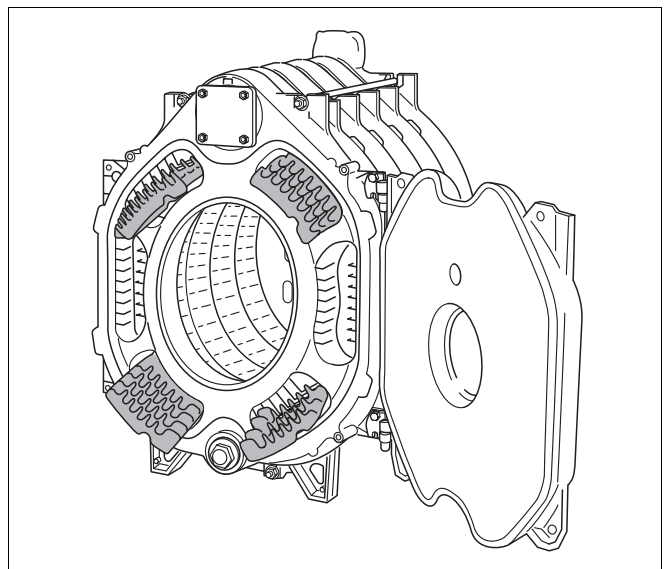

Fig. 27 Plăcile de dirijare a gazelor fierbinți
- Plăcile de dirijare a gazelor fierbinți se scot din lada cu armături și, în conformitate cu **inscripționările din turnare** se introduc în canalele de fum (vezi fig. 27 și tabelul următor).